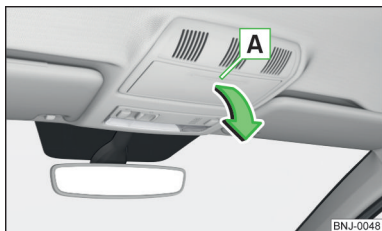

Fig. 82
- Premere la parte superiore dello scomparto portaocchiali nell'area **A** » fig. 82.
- Orientare lo scomparto nella direzione opposta a quella indicata dalla freccia » fig. 82, finché non scatta in posizione in modo udibile.